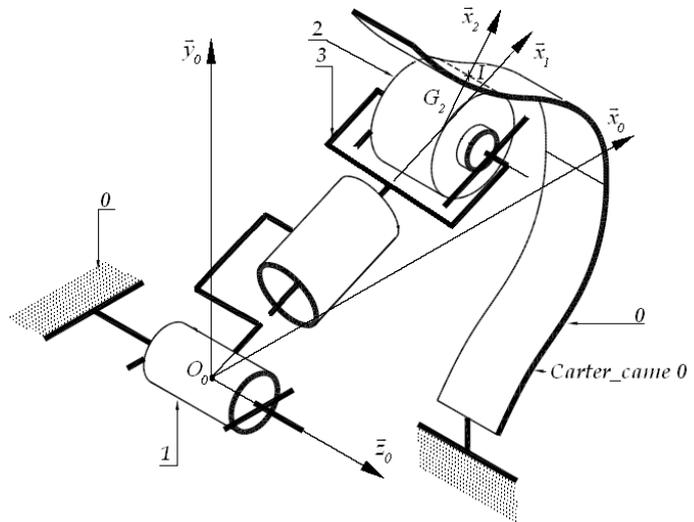
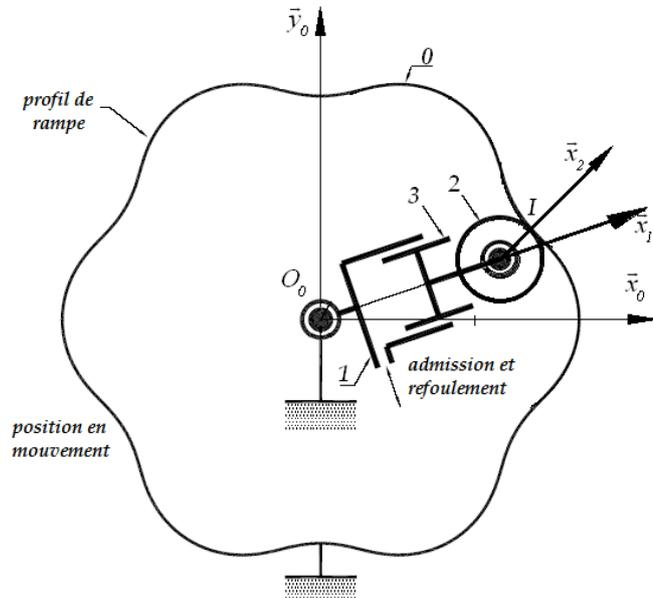

Figure 8
Figure 9
**Présentation du moteur hydraulique MS 05 : figure 8 et figure 9**
Etude statique : approche simplifiée voir figure 9